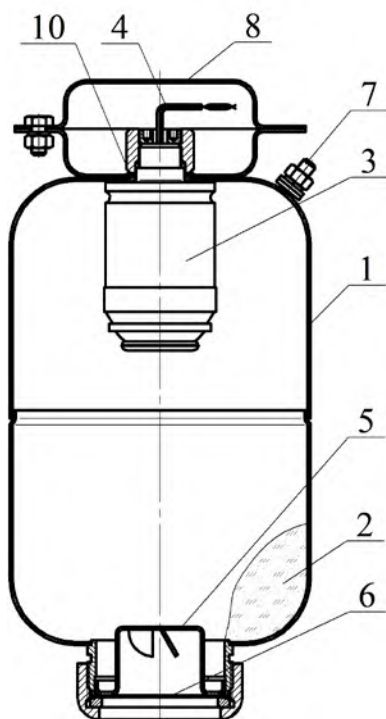
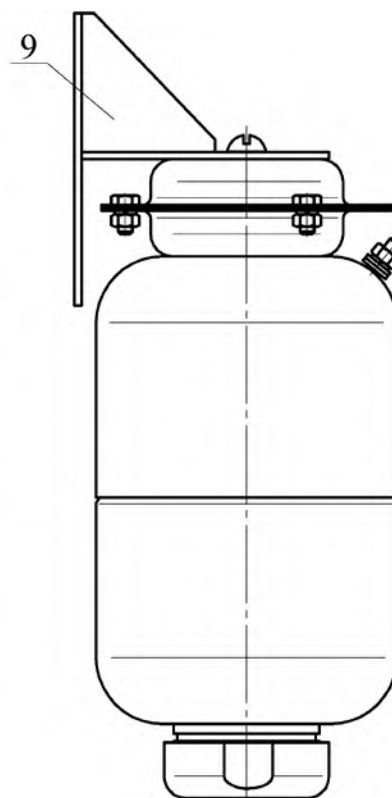

Рисунок 1
Рисунок 2
4.1.1 МПП (см. рисунки 1 и 2) состоит из корпуса 1, в котором размещаются огнетушащий порошок (ОП) 2 и источник холодного газа (ИХГ) 3 с элементом электропусковым 4. В нижней части корпуса находится насадок-распылитель 5, выходное отверстие которого перекрыто мембраной 6. Модуль имеет заземляющий зажим 7. В верхней части МПП снабжен кронштейном 8 для крепления к потолочному перекрытию (рисунок 1) или закрепленным на кронштейне 8 переходником 9 для крепления на стене (рисунок 2).
6.2 Закрепить кронштейн 8 (см. рисунок 1) на потолке или переходник 9 (см. рисунок 2) с кронштейном 8 (см. рисунок 2) на стене. Для крепления кронштейна потолочного крепления в центральной его части выполнено отверстие $\varnothing 10,5$ мм. Координаты отверстий в переходнике, предназначенном для крепления МПП на стене, приведены на рисунке 3. В горизонтальном положении в
7.3 Комплект поставки для перезарядки МПП (см. рисунок 1):